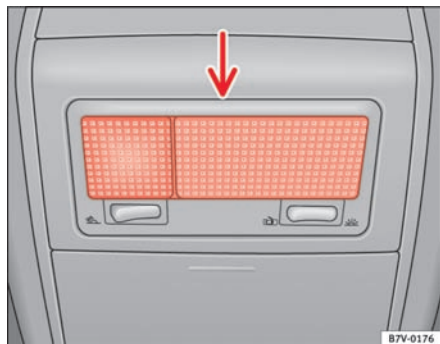

Fig. 169 Kabinelampe
- Sæt en lille skruetrækker eller lignende ind mellem lampehuset og glasset (pil) ⇒ fig. 169, og tag forsigtigt glasset af.